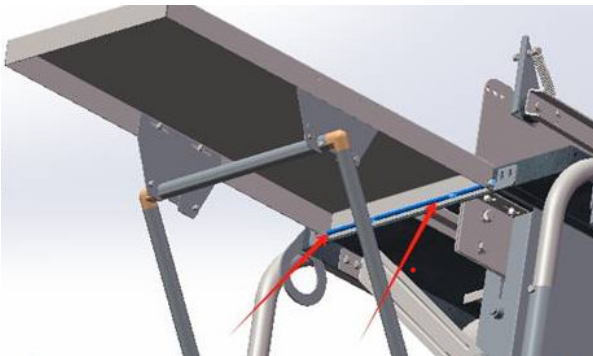

Abb. 9: Montage der Stange für die Tischverlängerung
- Die Gewindestange mit Mutter (Abb. 9) wird seitlich in die vorgesehenen Bohrungen der Tischverlängerung eingesetzt und eingeschraubt. Anschließend die Mutter zur Fixierung festziehen.